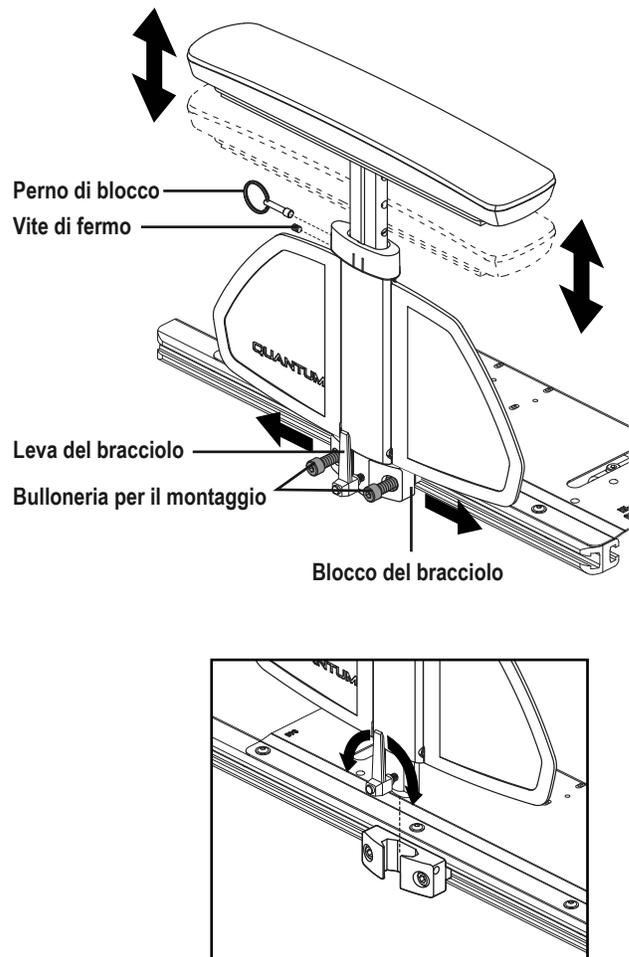

Figura 6. Rimozione/Installazione del bracciolo TB-Flex a sgancio rapido
2. Sollevare l'assemblaggio bracciolo. **Vedere figura 6.**
1. Posizionare l'assemblaggio bracciolo all'interno del blocco del bracciolo. **Vedere figura 6.**
1. Allentare ma non rimuovere la vite di fissaggio ruotandola in senso antiorario con una chiave esagonale da 2 mm. **Vedere figura 6.**